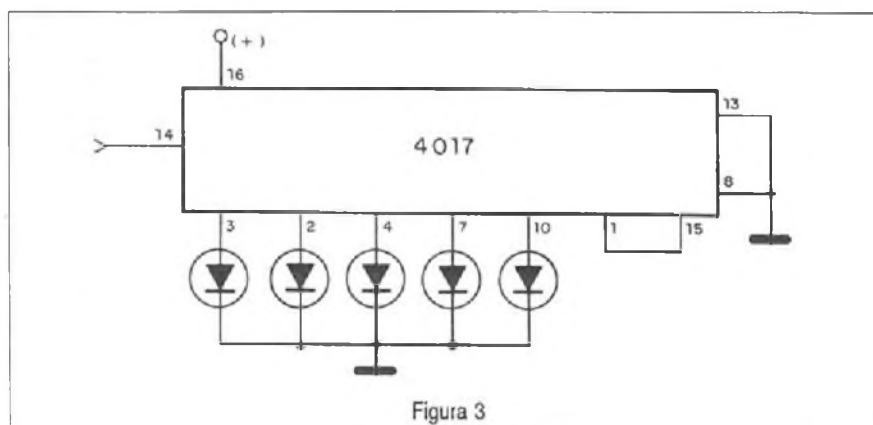

Figura 3
O pino seguinte (1) é ligado ao pino 15 que deixa de ser conectado ao terra, como mostra a figura 3.